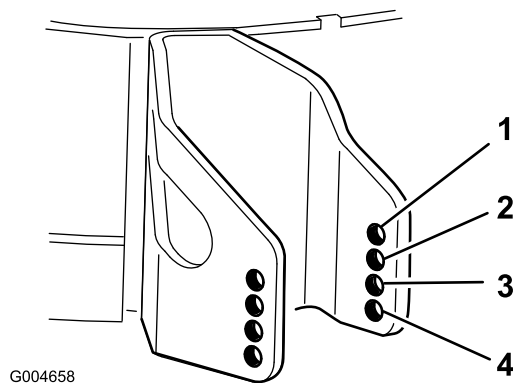

図 9
4. 設定した刈高に一番近い数値の穴を、芝削り防止ローラの取り付け穴とする(図 9)。